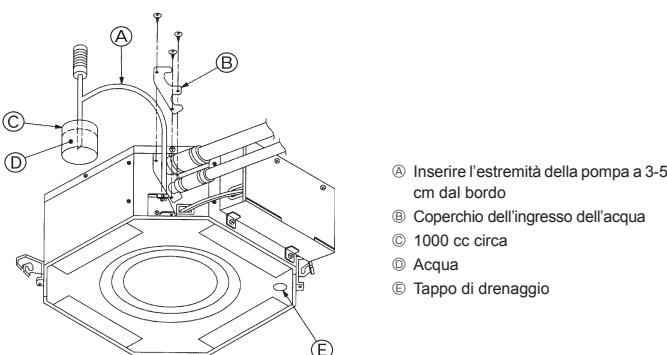

Fig. 6-3
- Rivolgersi frontalmente il comando a distanza verso il ricevitore dell'unità interna mentre si eseguono le fasi da ② fino a ⑦ della procedura.
6.3. Controllo del drenaggio (Fig. 6-3)